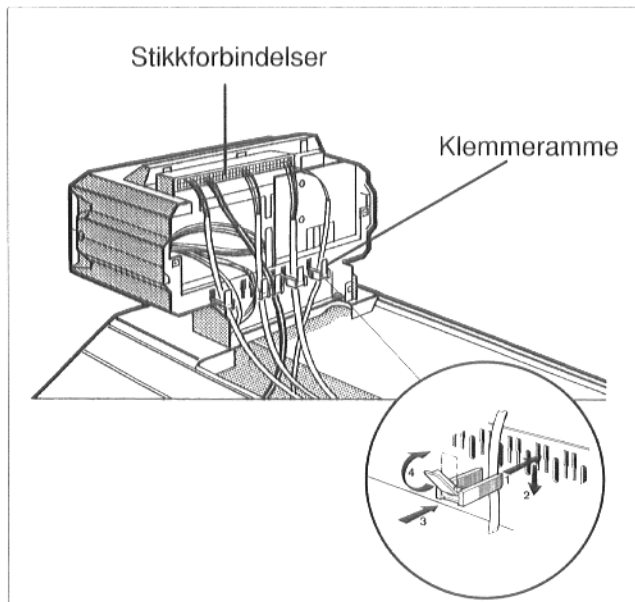

fig. 20
- Brennerkabelen føres ut bakover under den fremre topp-platen og stikkforbindelsene settes på plass i kontrollpanelet etter merkingen (fig. 20).
- På stedet utføres så de elektriske koplinger av stikkforbindelsene etter koplings skjema (fig. 20).
- Alle ledningene sikres med kabelklemmer (inngår i kontrollpanel-leveransen): Kabelklemmene med innlagt ledning settes inn i klemmerammen og sikres ved at spaken legges om (fig. 20).